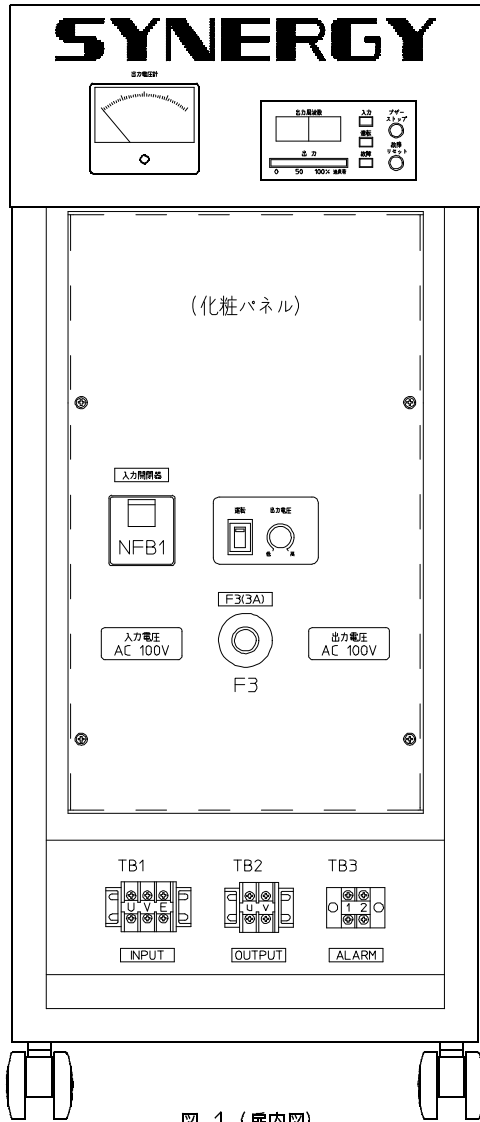
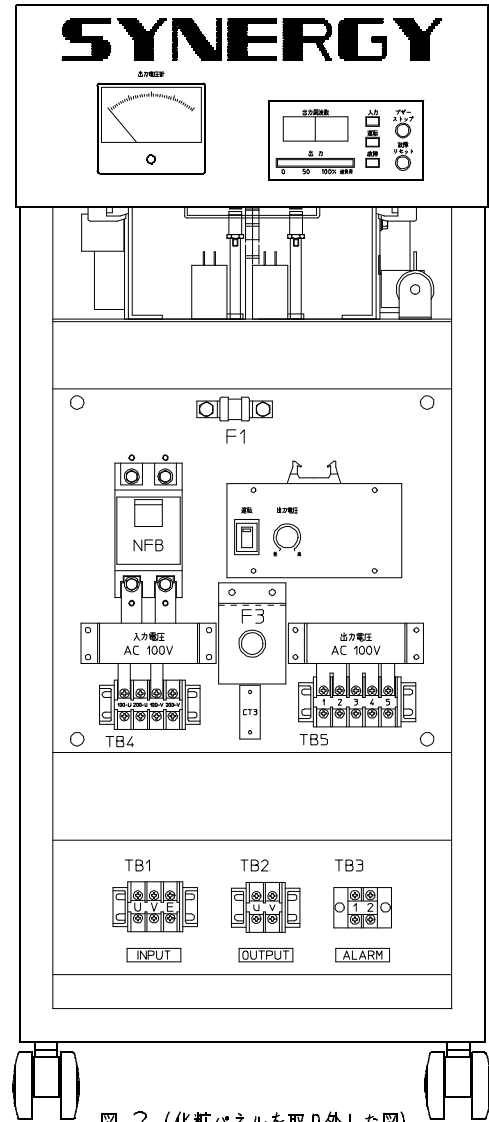
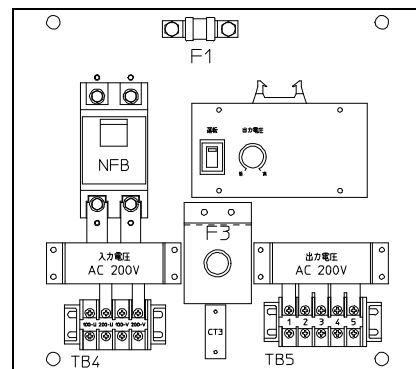

図 1 (扉内図)
図 2 (化粧パネルを取り外した図)
図 3
- 1 図1の化粧パネルを4箇所、M4ビスを取り外すと、図2の様に入力電圧及び出力電圧表示板が現われます。
備考 図2は入力電圧100V,出力電圧100Vを示し図3は入力電圧200V,出力電圧200Vを示します。